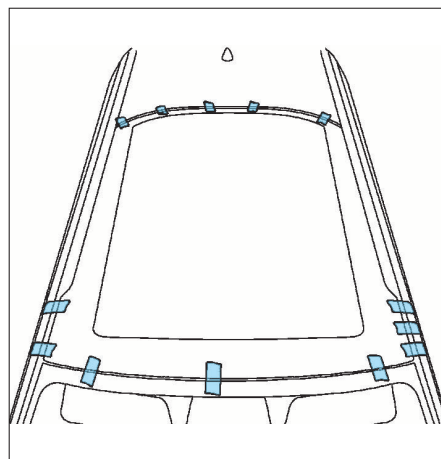

FIG. 83
- poser des adhésifs en partie avant, arrière et latérale, qui serviront de témoins pour le positionnement définitif de la vitre de toit CIELO (Fig.83)